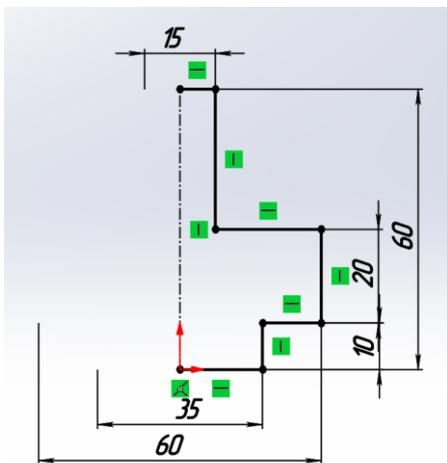

Рисунок 3.6 – Ескіз
- в ескізі має бути присутня мінімум одна лінія з властивістю **Допоміжна геометрія** (Reference Geometry) – вісь обертання (рис. 3.6);
Після побудови осі та контуру деталі для визначеності ескізу треба нанести діаметральні розміри, а не лінійні. Для того, щоб поставити діаметр, вказуємо на відрізок і осьову лінію, буде створено діаметральний розмір (рис. 3.6).